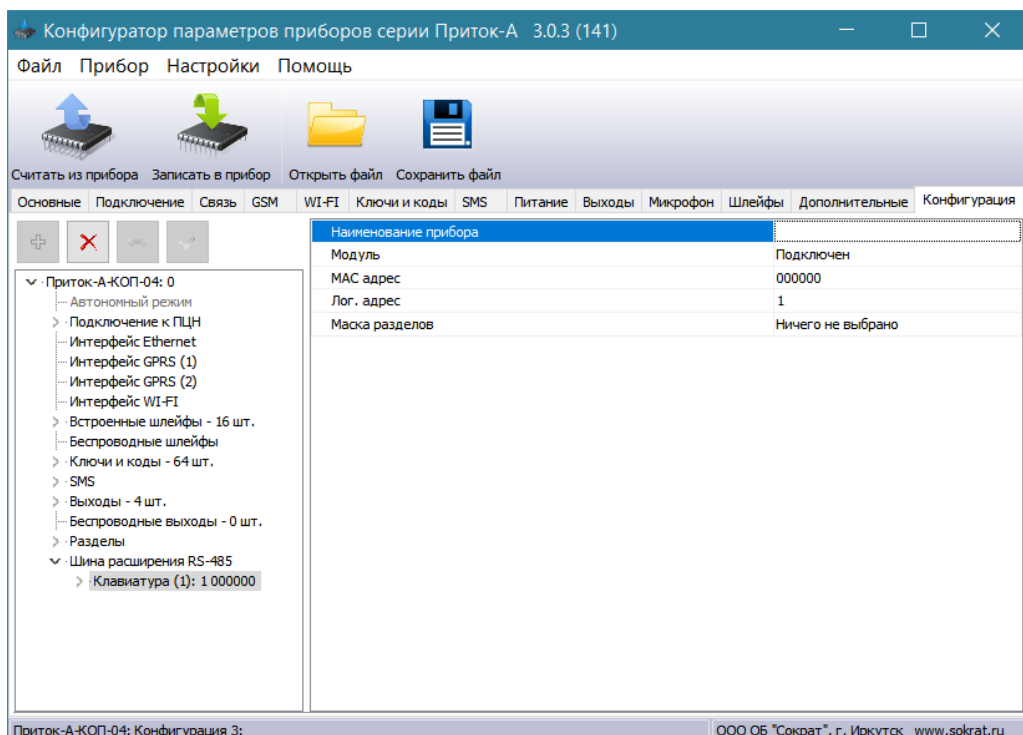

Рисунок 5
10. Выделить курсором добавленную «Клавиатуру» и в появившемся окне «Параметры» (см. Рисунок 5) заполнить следующие поля: